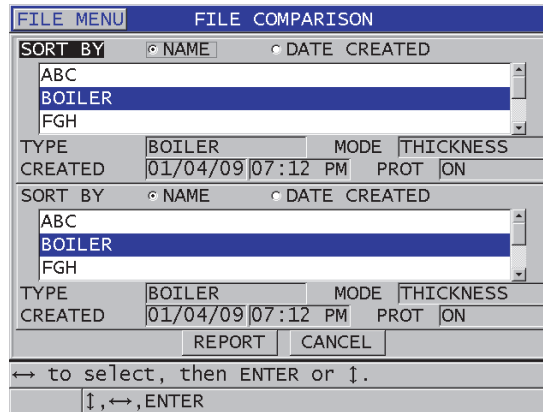

Figura 11-33 Pantalla COMPARACIÓN ARCHIVOS (FILE COMPARISON)
6. En la pantalla **COMPARACIÓN ARCHIVOS (FILE COMPARISON)** [ver Figura 11-33 en la página 238]: